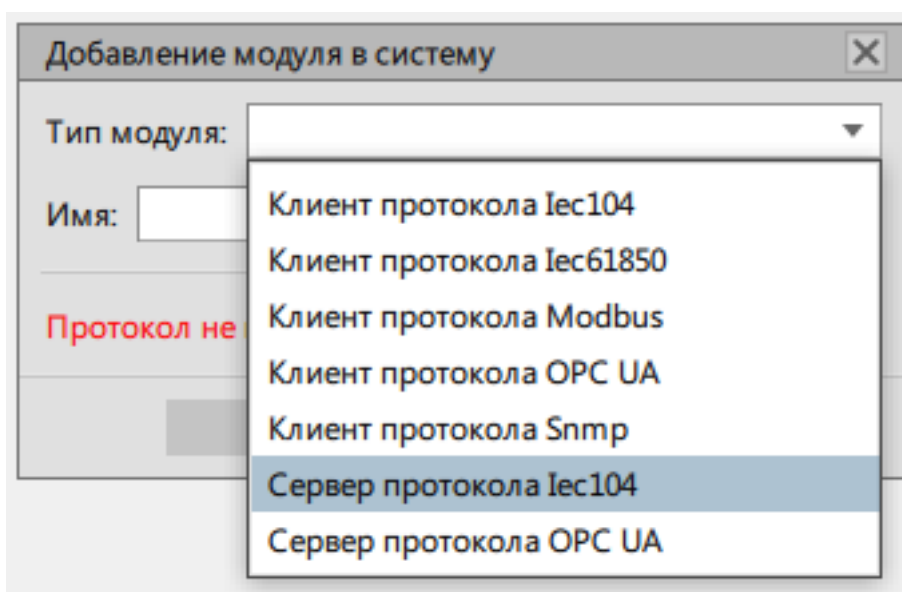

Рисунок 195 - Сервер протокола Iec104
13. Выберите модуль **Сервер протокола Iec104** и нажмите **ОК** (Рисунок 195).